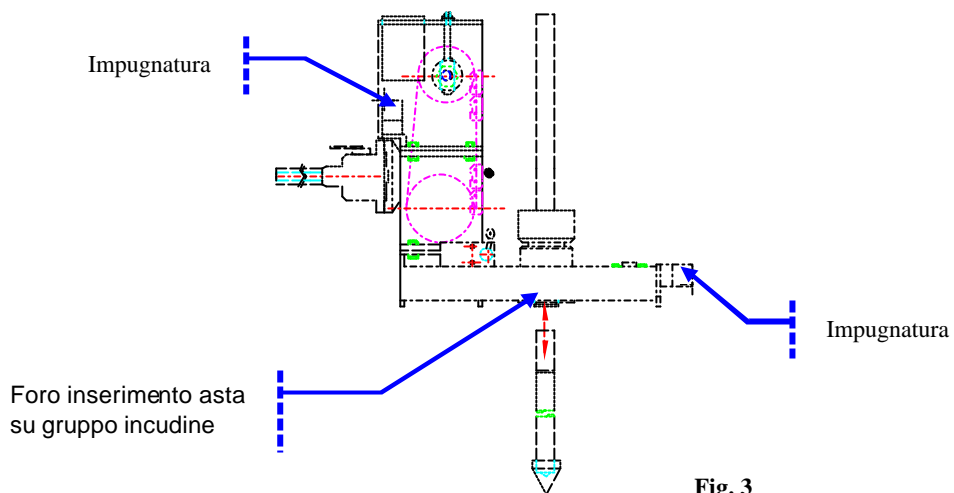

Fig. 3
1. Collegare la corda di trasmissione (pos.1) al riduttore (pos.16), inserendo la chiavetta (pos.2) della corda, nell'apposita guida ricavata sul foro del riduttore (Pos.3).
2. Ruotare la flangia (pos.4) in modo che i 2 perni di riferimento posti sul riduttore (Pos.16/A) entrino nei rispettivi fori della flangia (Pos4/A).
3. Agganciare le due leve (pos.5) e bloccare.
7. Prendere il gruppo incudine, impugnandolo dagli appositi manici, sollevarlo e appoggiarlo sopra l'asta, facendo in modo che questa entri nell'apposito foro, come viene mostrato in fig. 3.